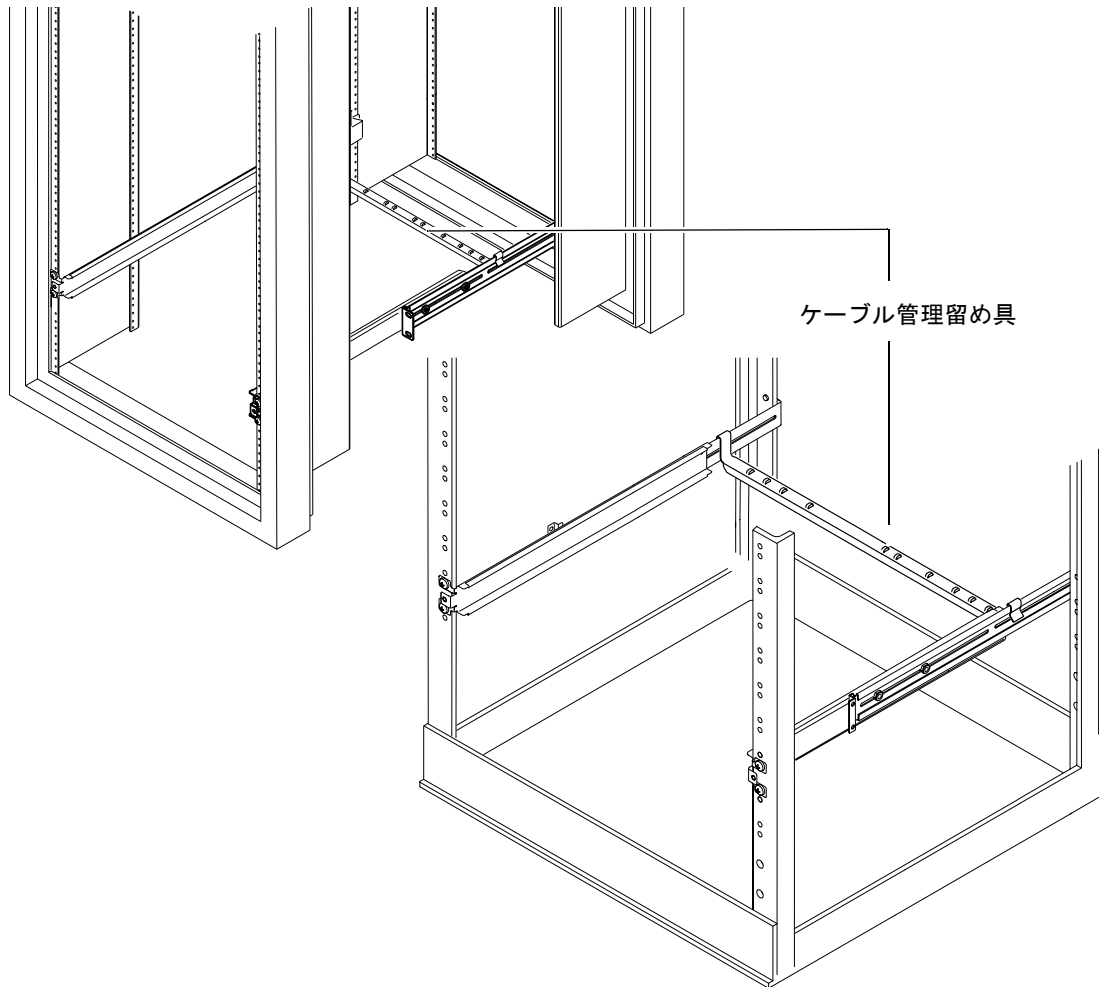

図 5-9 Sun StorEdge ラックまたは標準の 19 インチラックへのケーブル管理留め具の取り付け
- サーバー背面のスライドにケーブル管理留め具を掛けます (図 5-9 を参照)。